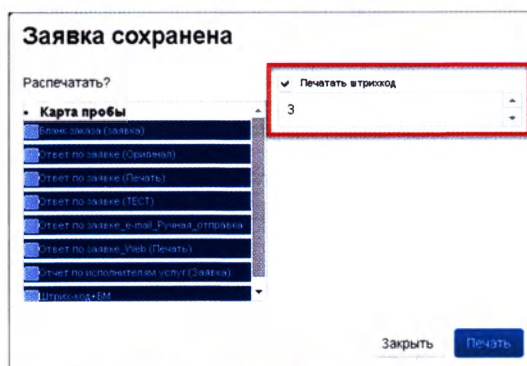

Рисунок 2.67
- Для распечатки штрихкода выберите поле «Печатать штрихкод» (Рисунок 2.67).